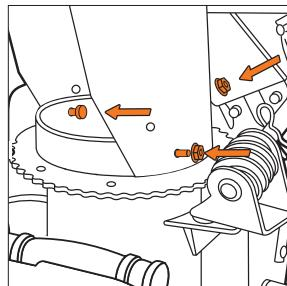

Рис. 14.2
- На снегоуборщиках образца 2021-2022 закрепите желоб тремя болтами (Рис. 14.2).